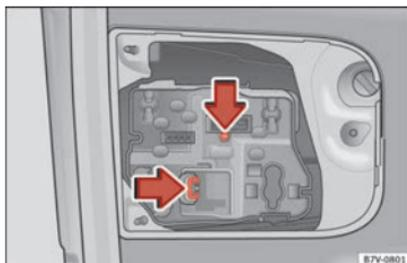

Fig. 112 Na porta da mala: retirar o porta-lâmpadas.
4. Pressionar as linguetas de bloqueio no sentido da seta » Fig. 112 e extrair o porta-lâmpadas.